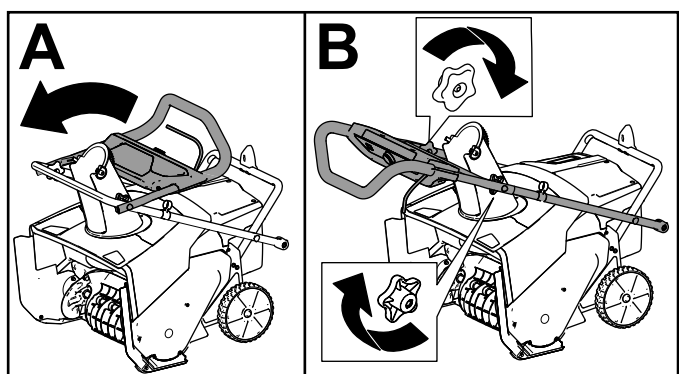

Figura 4
2. Despliegue el manillar superior y deje que los pomos del manillar superior encajen en su sitio (Figura 4, A).
3. Apriete los pomos del manillar (Figura 4, B).